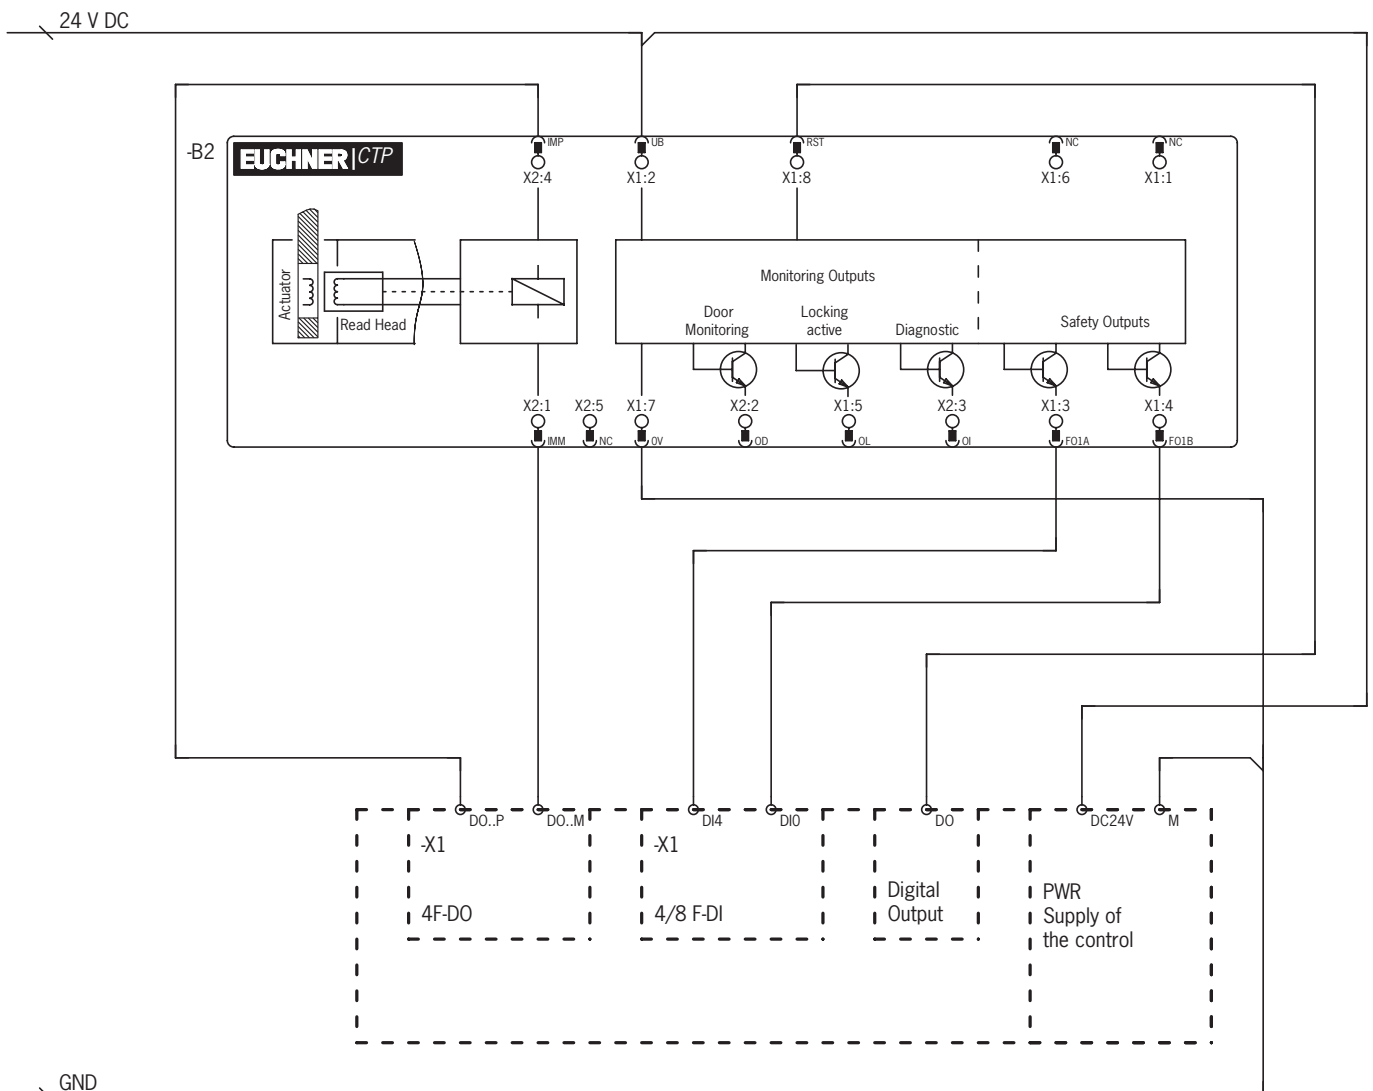

Bild 4: Anschlussbeispiel für den Anschluss an ET200
- Bei einer zweikanaligen Ansteuerung der Magnetspannung durch sichere Ausgänge einer Steuerung sind folgende Punkte zu beachten (siehe auch *Bild 4 auf Seite 17*):